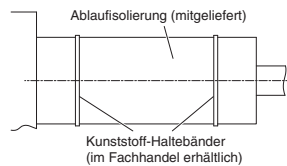

Abb. 3-10
- (2) Nach Kontrollieren des Abflaus das mitgelieferte Abdichtmaterial und die Isolierung um das Rohr wickeln, dann mit den Halteklammern sichern. (Abb. 3-10)